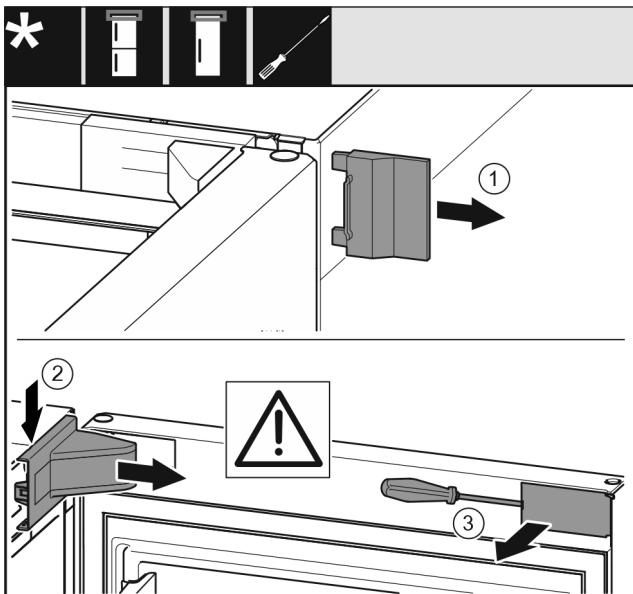

Fig. 6
- ▶ Võtke välimine kate ära. Fig. 6 (1)
- ▶ Haakige lahti ja vabastage laagripuki kate. Võtke laagripuki kate maha. Fig. 6 (2)
- ▶ Haakige ilukate lapikkruvikeerajaga lahti ja keerake küljele. Fig. 6 (3)